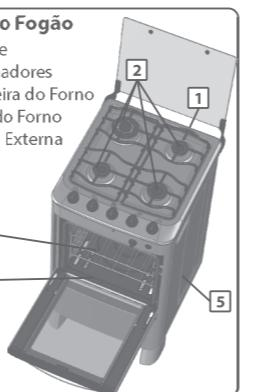

Fig. 27
▶ Para a limpeza das peças do fogão (queimadores, laterais, trempe, tampão de vidro, frente e chão do forno. (Fig.27) passe uma esponja macia com água e sabão neutro, em seguida enxugue-as com um pano seco e macio.